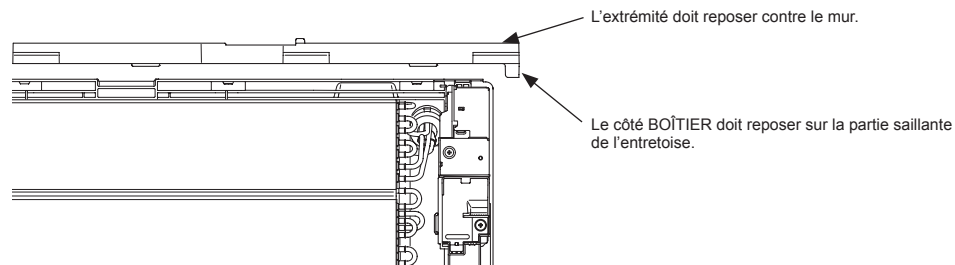

Fig. 4
- 2) Placez l'entretoise sur la surface supérieure du BÔTIER et fixez-la temporairement avec du ruban adhésif. (Fig. 4)